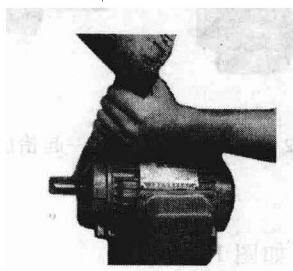

图 1-5 拆下固定带轮或联轴器的销子
③ 用合适的工具将固定带轮或联轴器的销子拆下, 如图 1-5 所示。